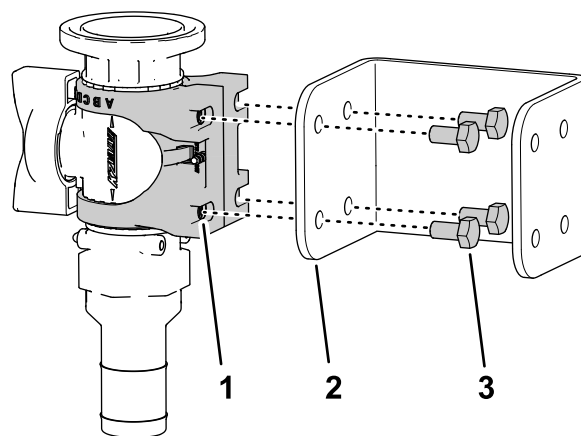

Figura 41
5. Monte a base da válvula no suporte da válvula de controle (Figura 41) com os 4 parafusos (6 x 12 mm) e as 4 anilhas planas; aperte os parafusos com uma força de 10 a 12 N·m.